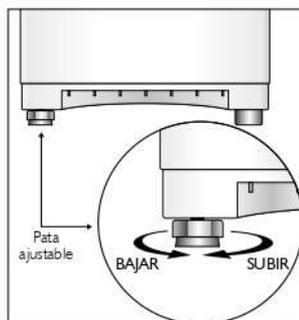

Figura 14
- Regule la altura de la lavadora girando la pata ajustable de acuerdo al piso donde será instalada. (Ver figura 14). La pata ajustable se encuentra ubicada, para los modelos LAV D0850 PL/ LAV 500 PL en el lado derecho y para los modelos LAV AS 530 PL/LAV D1800 PL en el lado izquierdo.